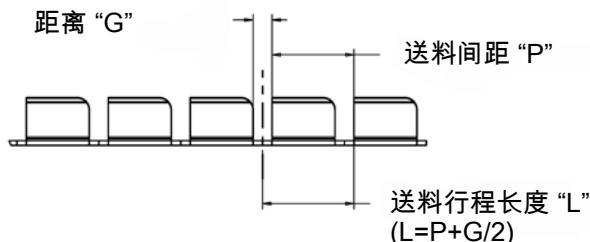

图 23
3. 转动调节轮 (2161481-1)，调节至正在处理的端子对应的“L”尺寸。有关 AMPLIVAR 端子的“L”尺寸，请参阅图纸 2161490。如果没有可用数据，请将“L”设为端子间距加上端子之间距离的  $\frac{1}{2}$ （图 23）。
10. 执行若干次压接并测量端子的切割状况 (图 23)。